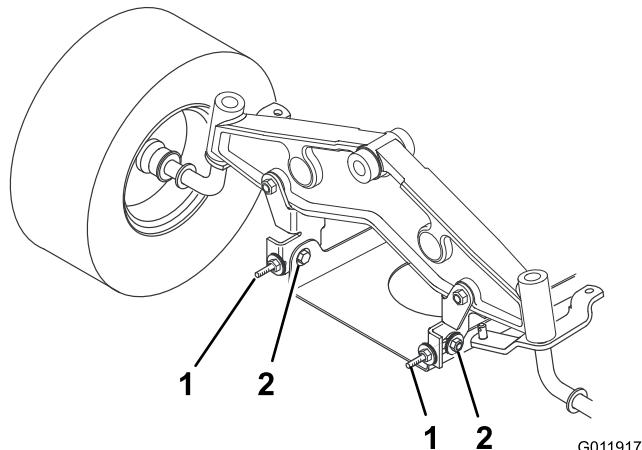

Figura 16
14. Para ajustar la inclinación longitudinal, afloje ligeramente los pernos de montaje del soporte de pivote delantero (Figura 16).
15. Gire las contratuerca sobre los pernos de anilla para cambiar el ajuste (Figura 16). Para elevar la parte delantera del cortacésped, apriete las contratuerca de los pernos de anilla; para bajar la parte delantera del cortacésped, afloje las contratuerca de los pernos de anilla.
17. Cuando la inclinación longitudinal sea correcta, apriete los pernos de montaje del soporte de pivote (Figura 16).